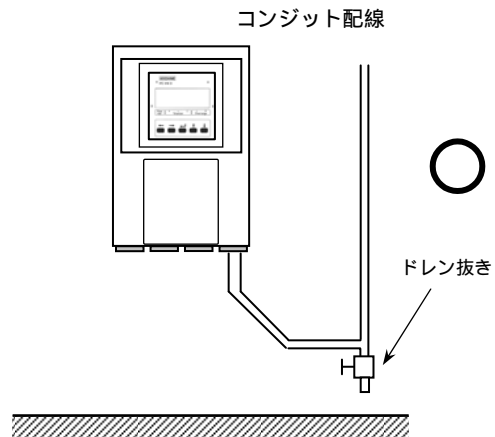

図 2.2a
5) コンジット配線を行う場合には、図 2.2a に示すように配線接続口から下向きに傾斜を設けて、配線接続口にコンジットを通して水が流れ込まないようにしてください。